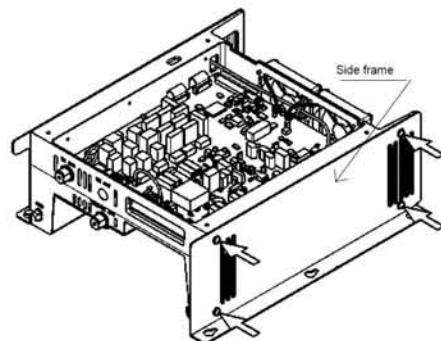

図3 [Fig.3]
- 1) 側板を固定している4つのビスを緩めます。(図3)
Loosen the screws (four places) fixing the cover. [Fig.3]